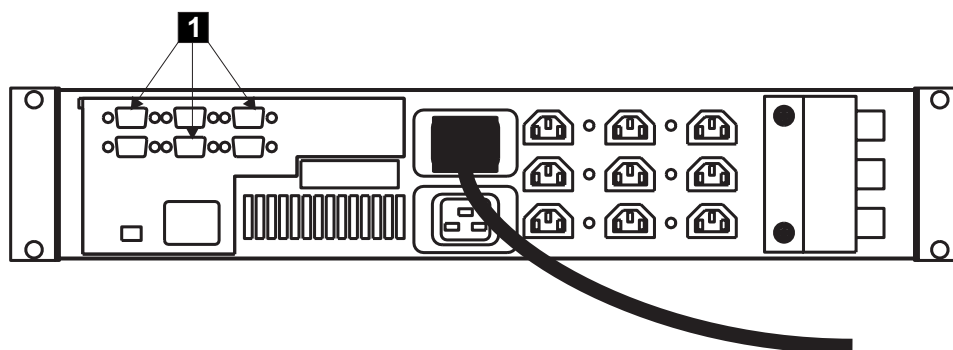

図 305. 2145 無停電電源装置 シグナル・ケーブルの接続
4. 2145 無停電電源装置の後部で、シグナル・ケーブル (図 305 の **1**) を接続します。